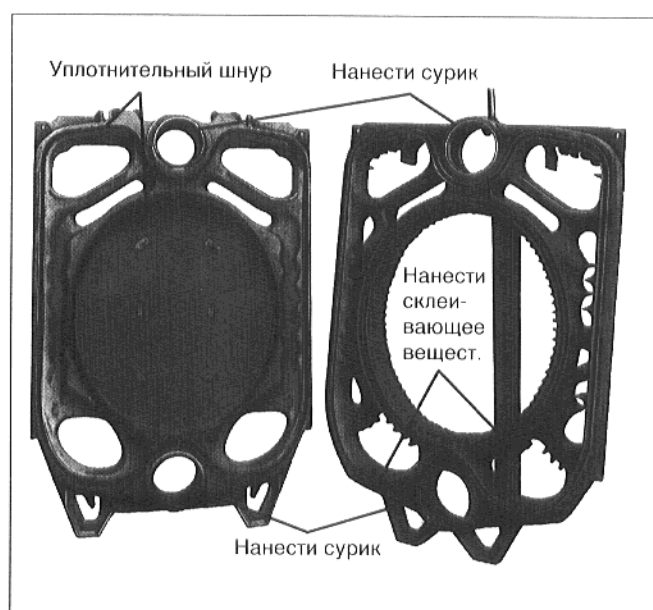

Рис. 14
- Вложить, слегка вдавливая, эластичный уплотнительный шнур в уплотнительный паз передней стороны заднего элемента, начиная с верхней части ступицы (рис. 14).
- Покрыть уплотнительные поверхности ступиц суриком (рис. 14).
- Покрыть уплотнительные пружины склеивающим веществом (Primer) (рис. 14).